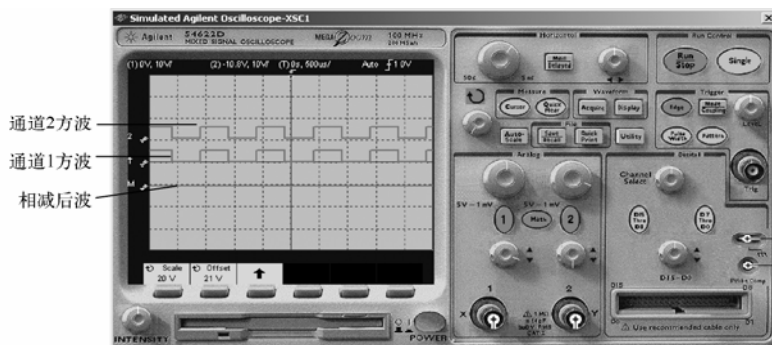

图 5-148 1kHz 标准方波相减后的波形
3) $1 - 2$ 减法软按键：减法运算按键，可完成模拟通道 1 与通道 2 的电压值逐点相减，并显示相应结果。减法运算能进行差分测量或比较两个波形。下图为两标准波形相减，可以想象结果一定是一条直线，仿真结果如图 5-148 所示。